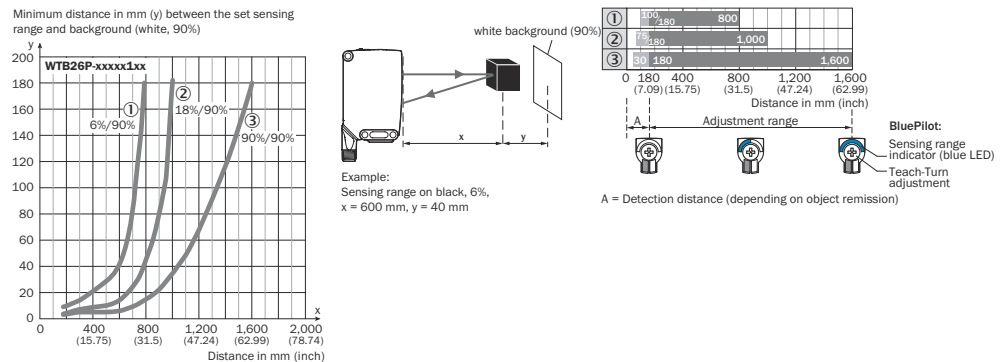

Figura 40: Curva característica 1, WTB26P-xxxxx1xx, luz vermelha
A distância mínima (=y) para a supressão do fundo pode ser determinada a partir do gráfico [figura 40 ①] do seguinte modo: